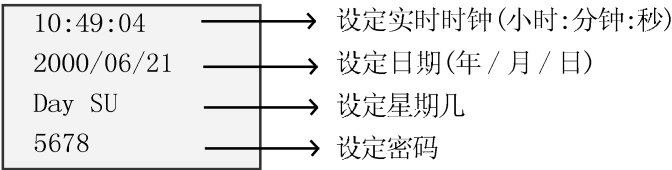

图 4. 21 密码设定画面
2. 在图 4. 20 所示画面状态下。按 “→” 键，则 FAB 中的程序键按照 B01, B02 的顺序读出。
设定画面显示如图 4. 21，该设定画面可以为您所编辑的 FAB 功能程序设定密码及系统实时钟，当您需要修改该控制功能时，需要正确输入该密码后方可进入编辑修改状态。(注：FAB 出厂时，密码为 0001) 该项功能也即 FAB 的密码锁功能。